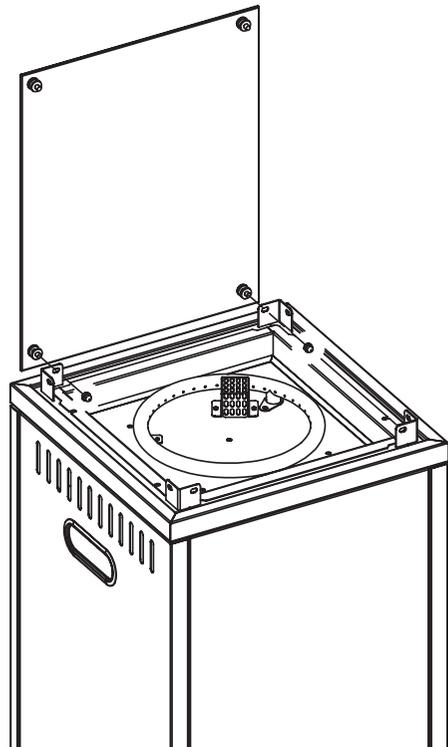

Рис. 15.
12. Вставьте предварительно установленный винт на шаге 11 и два винта на одном конце закаленного стекла с уплотнителем из силикагеля в отверстия кронштейнов на обоих концах верхней части корпуса, закрутите колпачковые гайки М6 изнутри и отрегулируйте положение закаленного стекла по центру. Соберите оставшиеся части закаленного стекла в корпус по очереди в соответствии с инструкциями. Отрегулируйте зазор в нижней части каждого стекла, чтобы он был ровным, затем закручивайте винты до тех пор, пока силикагелевые прокладки с обеих сторон стекла полностью не прилягут к стеклу, а затем продолжайте затягивать гайки на пол-оборота (рис. 15).